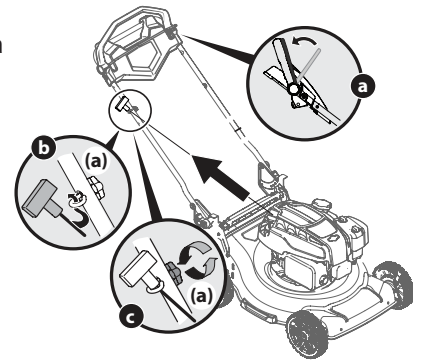

Figura 3
5. La guía de la cuerda está unida al costado derecho de la manija superior. Afloje la perilla de aleta (a) que sujeta la guía de la cuerda. Consulte la Figura 3.